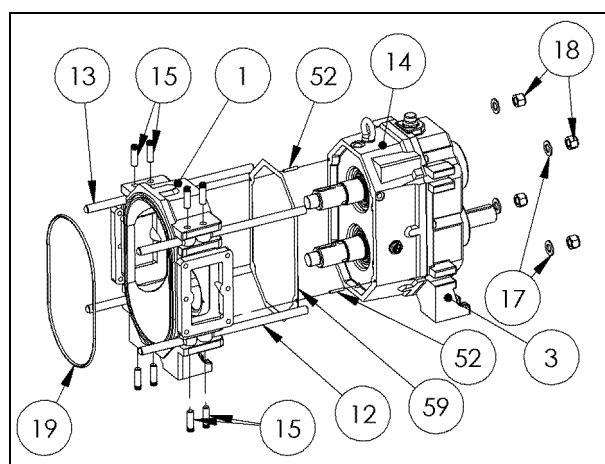

Fig. 16-6. Smontaggio corpo pompa.
1. Svitare i dadi autobloccanti (P. 18), con chiave esagono incassato da 27mm, posti sugli appositi alloggiamenti del corpo supporto alberi (P. 3) e, quindi, liberare i tiranti (P. 12); si avrà così la possibilità di togliere il corpo pompa (P. 1) e la guarnizione in carta (P. 59), il centraggio sul supporto tenute (P.14) avviene con le spine (P. 52) (Fig. 16-6);
2. Con un punteruolo e martello in acciaio sfilare le spine zigrinate (P. 15) e togliere i tiranti (P. 12-13) (Fig. 16-6);
3. Togliere la guarnizione OR di tenuta sul coperchio posteriore (P. 19) (Fig. 16-6).
1. Inserire le spine (P. 52) nel corpo supporto tenute (P. 14) usando un martello in acciaio (Fig. 16-6);
2. Infilare la guarnizione in carta (P. 52) nelle spine in aderenza col supporto tenute (P. 14) (Fig. 16-6);
3. Mettere i tiranti (P. 12 – P. 13) nelle proprie sedi nel corpo pompa (P. 1) ed infilare le n° 8 spine zigrinate come orientamento in figura (Fig. 16-6) usando martello in acciaio e punteruolo;
4. Posizionare l'anello O-ring (P. 19) nella sede sul corpo pompa (P. 1) e, quindi, i tiranti (P. 12) nelle proprie sedi nel supporto alberi (P. 3), infilare nei tiranti le n° 4 rondelle (P. 17) ed avvitando progressivamente, con chiave esagono incassato da 27mm, i n° 4 dadi autobloccanti (P. 18) (alternando, possibilmente, il serraggio) (Fig. 16-6).